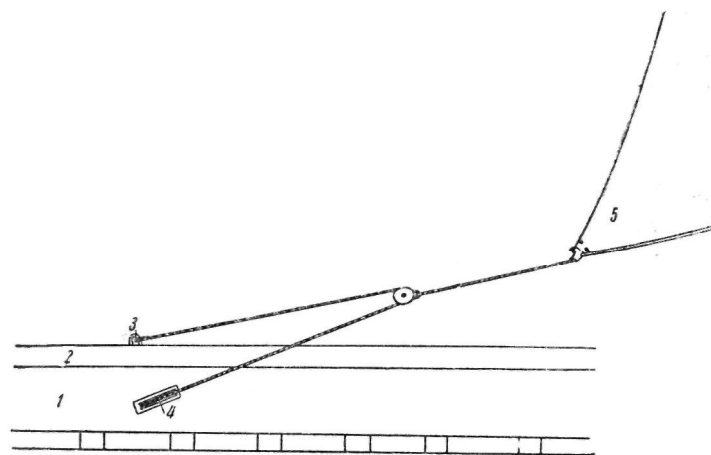

Рис. 41. Проводка фока-шкота:
**Фока-шкоты** (рис. 41). Основывается два — левый и правый, каждый из стального шкентеля и лопаря из растительного троса.